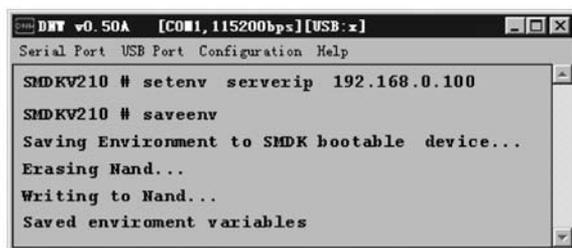

图 5.19 在开发板设置 TFTP 服务器地址
(1) 把要烧写的系统文件全部复制到 tftpd32.exe 文件所在的同一目录下。这些文件包括 zImage-ramdisk(内核映像文件)、ramdisk.gz(文件系统映像文件)。
(2) 打开超级终端后,开启开发板电源,U-Boot 启动过程中,按任意键,进入 U-Boot 命令行模式。
(3) 假设宿主机的 IP 地址设置为 192.168.0.100,运行 U-Boot 的 setenv serverip 192.168.0.100 命令,在开发板上将宿主机的 IP 地址 192.168.0.100 设置为 TFTP 服务器的 IP 地址;然后运行 saveenv 命令将设置保存到环境变量中。命令执行结果如图 5.19 所示。